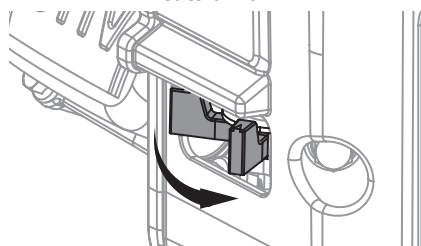

Рис. 21. Рычаг топливного крана
- Откройте топливный кран переводом рычага в крайнее правое положение (Рис. 21).